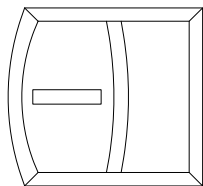

Abb. 2 Einsetzen der 1. waagrechten Sprosse
- Setzen Sie die vorbereitete Flügelsprosse **5** (siehe Abb. 2) ein und positionieren Sie diese in der Flügelsprosse **4** und verschrauben die durchlaufende Flügelsprosse **4** mit 4 Senkschrauben 3,9 x 19 mm **2** durch die seitlichen Laschen des Verbinders in die Stahlverstärkung.